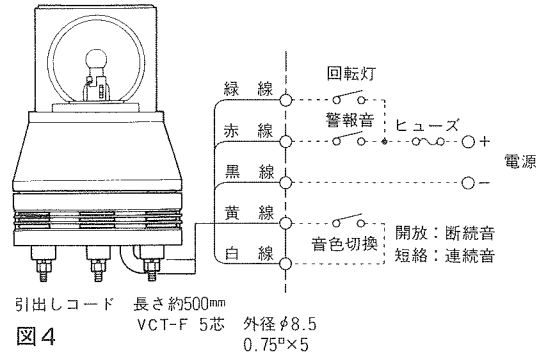

図4
- 図4、5の結線例を参照して結線してください。
- 本機にはヒューズを内蔵していませんので、電源は保護用ヒューズを介して供給してください。ヒューズ容量は、定格消費電流の約3倍を目安としてください。定格消費電流は⑨の定格を参照してください。
●ACA(S)タイプの場合 (図4参照)